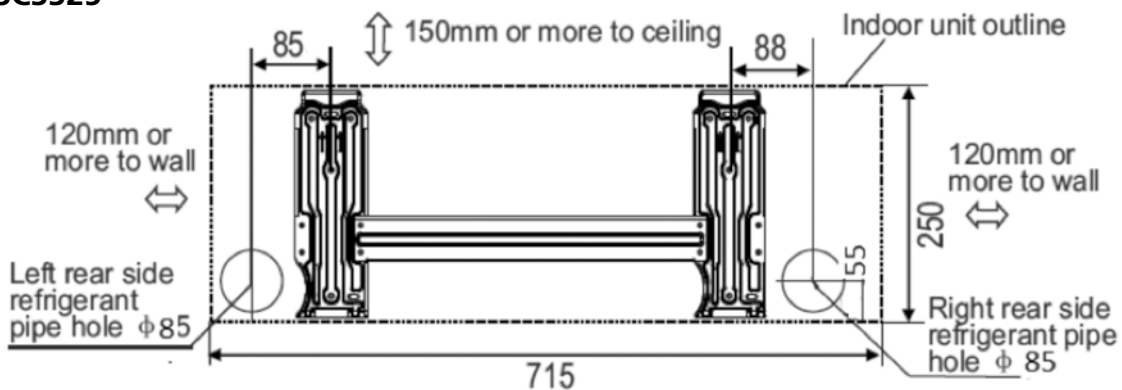

Figur 8
- a. Placera upphängningsdelen horisontalt på en stadig vägg och se till att utrymmet runt om är fritt. Se figur 8.